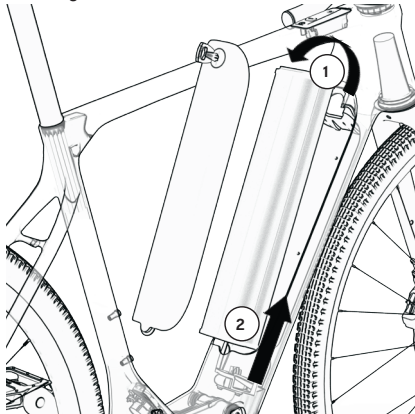
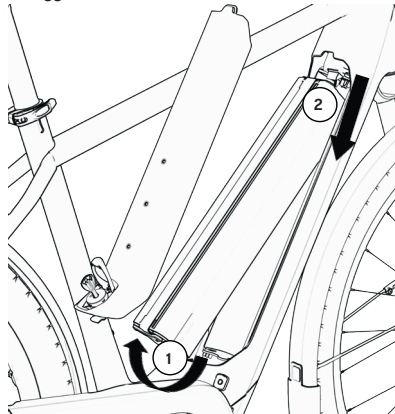

Fig. 3/ Lato superiore lucchetto
Fig. 4/ Lato inferiore lucchetto
3. Ora è possibile rimuovere la batteria dal telaio. Ruotare la batteria sul lato lucchetto per rimuoverla dal supporto ① ed estrarla dal punto di contatto elettrico ②. Il lato del lucchetto si può trovare in alto "Fig. 3/ Lato superiore lucchetto" a pagina 20 o in basso "Fig. 4/ Lato inferiore lucchetto" a pagina 20, in base al modello